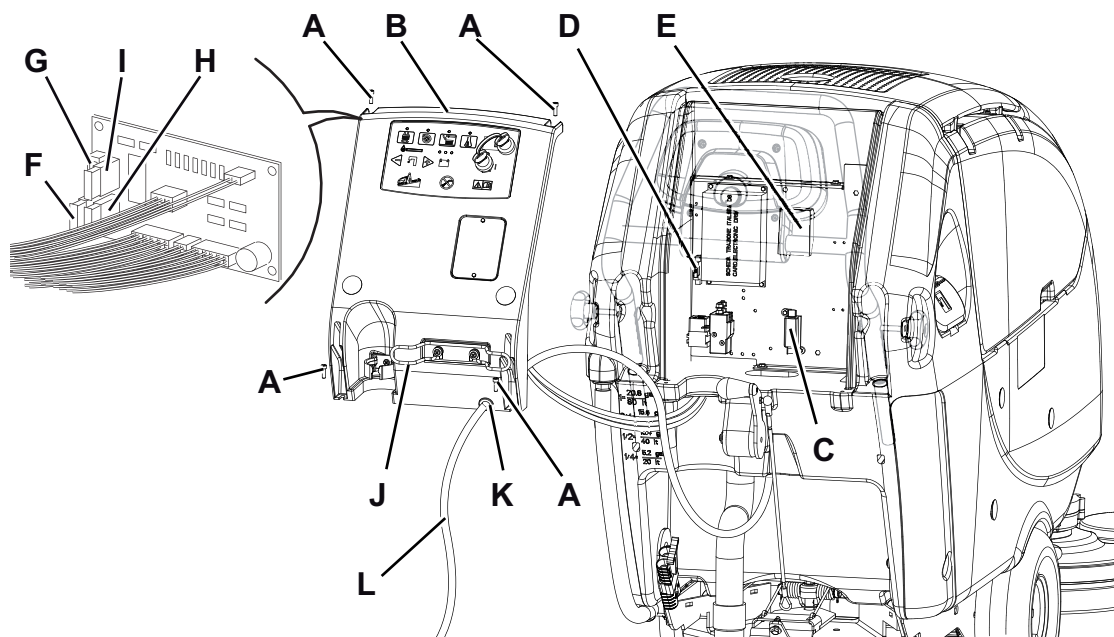

Abbildung 9
1. Batteriestecker (12) trennen.
2. Schmutzwasserablassrohr (16) verschieben.
3. Falls erforderlich, das Ladegerätkabel (L, Abb. 9) vom Halter (J) abnehmen.
4. Schrauben (A) entfernen, den kleinen Gummi (K) aus dem Sitz der Bedienfeldplatte (B) herausnehmen und Bedienfeldplatte (B) vorsichtig abnehmen.
- (A): Sicherung F1, Bürstenkopf: (50 A)
- (B): Sicherung F2, Ansauganlage: (30 A)
- (C): Sicherung F3, Antriebsanlage: (60 A)
- (D): Sicherung F4, Signalkreise: (3 A)
- (E): Sicherung F5, Freigabe Bürsten/Padhalter: (20 A)
- (F): Sicherung F6, Pumpen: (3 A)
- (G): Sicherung F7, Stellantrieb: (10 A)